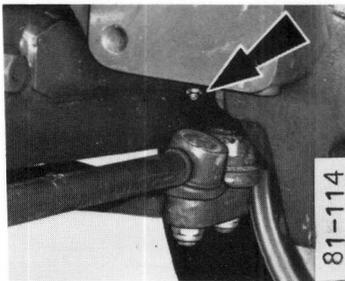

Fig. 4
- Fig. 4 – Pivot d'essieu avant.